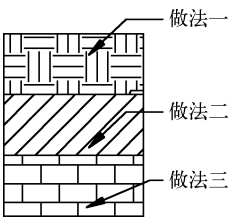

图 5-86 引线标注练习
- 5) 利用本章所学内容，绘制如图 5-86 所示的构造详图并利用多重引线工具进行标注。